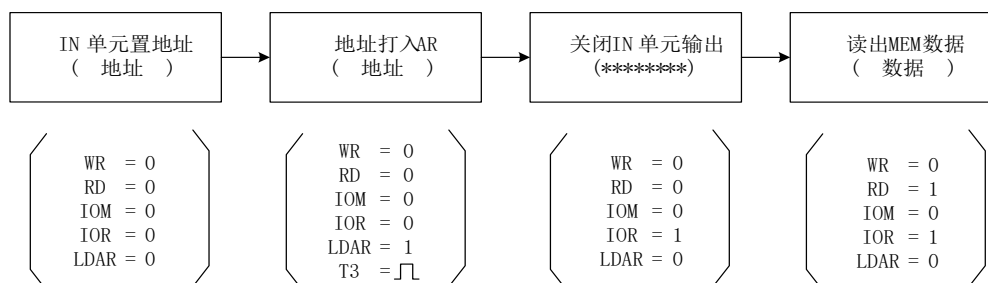

图 6 读存储器流程图
5. 依次读出第 00、01、02、03、04 号单元中的内容，观察上述各单元中的内容是否与前面写入的一致。读存储器的流程如图 6 所示。同写操作类似，也要先给出地址，然后进行读操作，具体操作步骤为：